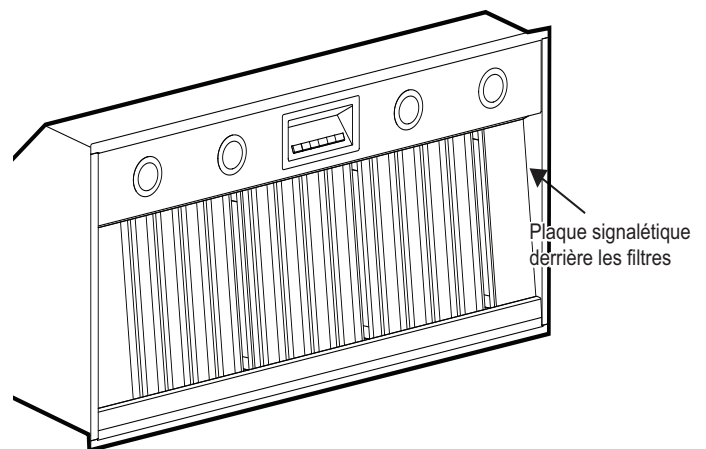

Figure 6 : Plaque signalétique
- Les étiquettes des caractéristiques assignées et du numéro de série se trouvent sur les panneaux latéraux de la hotte et sont visibles lorsque les filtres ont été enlevés (*Figure 6 à la page 9*).